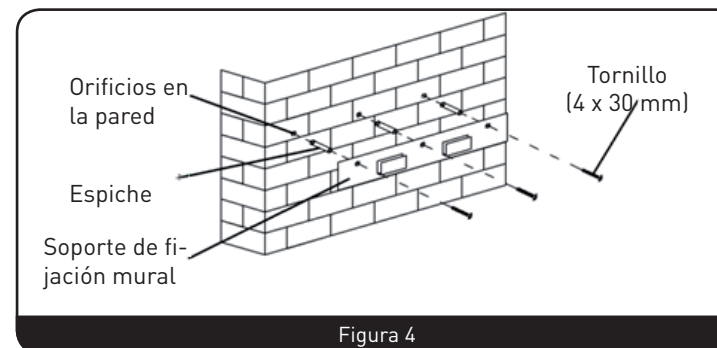

Figura 4
1. Taladre 3 orificios donde fijar el soporte. Fije a la pared el soporte de fijación mural utilizando los tornillos y espiches suministrados con el aparato. (Figura 4)